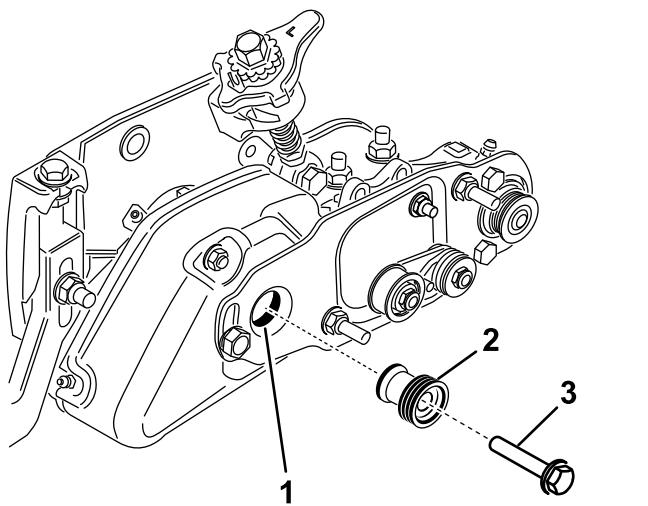

Figura 31
20. Retire o parafuso que fixa a polia do rastelo ao eixo da transmissão (Figura 31).
21. Introduza a polia da transmissão da escova na polia da transmissão do rastelo e no eixo da transmissão (Figura 31). Certifique-se de que as patilhas da polia estão posicionadas na ranhura do eixo da transmissão.
22. Prenda a polia de transmissão ao eixo com um parafuso de cabeça flangeada (3/8 x 2 pol.) (Figura 31). **Aperte o parafuso com uma força de 47 a 54 N·m.**